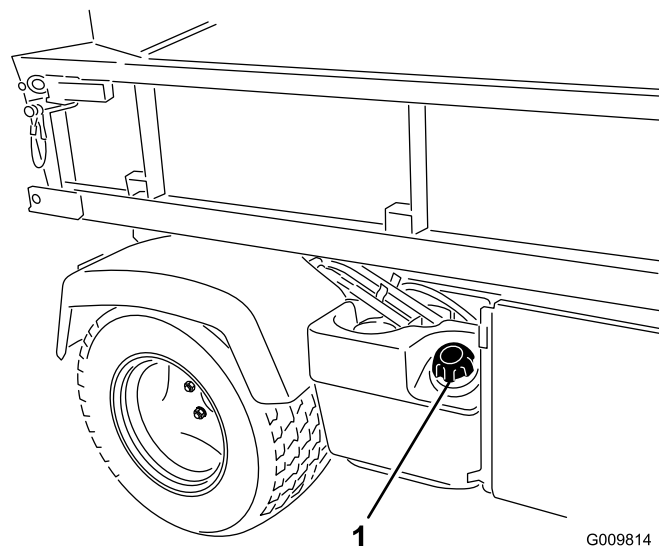

Figura 18
2. Retire el tapón del depósito de combustible (Figura 18).